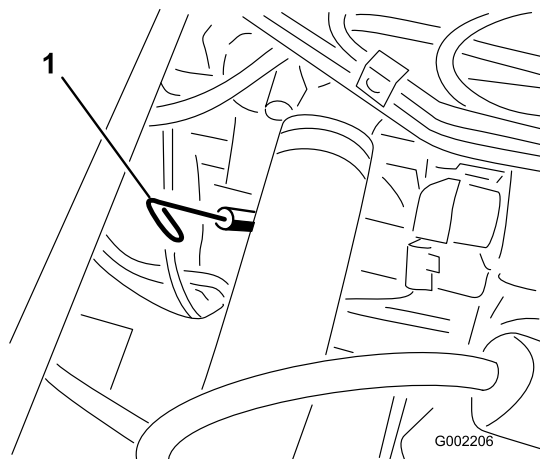

Figure 39
- Retirez la jauge, située sous le siège du passager, et essuyez-la sur un chiffon propre (Figure 39). Remettez la jauge dans le tube en vérifiant qu'elle est enfoncée au maximum. Sortez de nouveau la jauge et vérifiez le niveau d'huile.
13. Retirez le bouchon de remplissage et versez lentement environ 80% de la quantité d'huile spécifiée dans le moteur par l'orifice de remplissage (Figure 39).